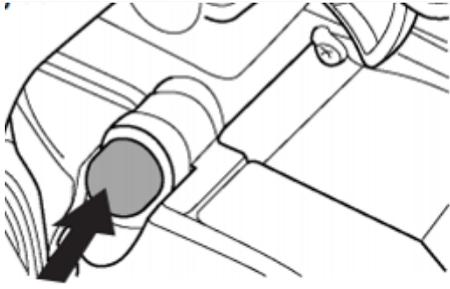

Fig.23
4) Pressez la pompe à carburant jusqu'à ce que la bulle soit complètement remplie de carburant. (Fig.23)